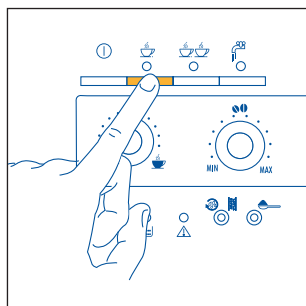
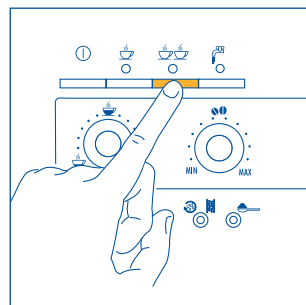

Fig. 12
Fig. 13
- 5) Premere il tasto  (fig. 12) se si vuole fare un caffè oppure il tasto  (fig. 13) se si vuole fare 2 caffè. A questo punto la macchina macina i chicchi, esegue una breve pre-infusione e poi completa l'erogazione nella tazza.
NOTA 4: Mentre la macchina sta facendo il caffè, l'erogazione può essere fermata in qualsiasi momento premendo il tasto ☺ (fig. 12) oppure ☹☹ (fig. 13) precedentemente selezionato.
NOTA 5: Appena terminata l'erogazione, se si vuole aumentare la quantità di caffè nella tazza, basta tenere premuto il tasto ☺ (fig. 12) oppure ☹☹ (fig. 13) precedentemente selezionato fino ad ottenere la quantità desiderata (questa operazione deve essere eseguita entro 3 secondi dal termine dell'erogazione).